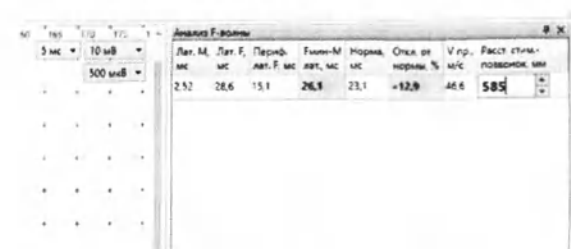

Рис. 138. Ввод расстояния и расчет скорости проведения по F-волне
3. При необходимости можно ввести расстояние для расчета скорости проведения по F-волне в таблицу анализа (рис. 138). Для активации поля ввода используйте щелчок левой кнопкой мыши или клавишу [F2].